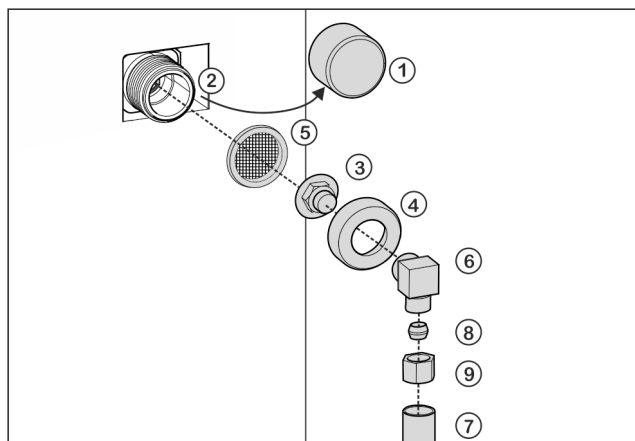

Fig. 25
- Enlever le bouchon Fig. 25 (1) de l'électrovanne Fig. 25 (2).
- Insérer la pièce de raccordement Fig. 25 (3) dans l'écrou-raccord Fig. 25 (4).
Montage incorrect du filtre à eau Fig. 25 (5) !
- Insérer le filtre à eau Fig. 25 (5) avec la cavité dirigée vers le bas en direction de la pièce de raccordement Fig. 25 (3).
- Raccorder l'écrou-raccord Fig. 25 (4) à l'électrovanne Fig. 25 (2) et serrer à bloc.
- Visser Fig. 25 (6) le coude.
- Raccorder la conduite d'eau Fig. 25 (7) (par exemple en cuivre) à l'aide de la bague de serrage Fig. 25 (8) et de l'écrou Fig. 25 (9) au coude Fig. 25 (6).
- Fixer la conduite d'eau Fig. 25 (7) à l'aide de l'étrier d'arrêt à la structure le cas échéant.
- Mettre le coude Fig. 25 (6) de côté.
- Raccorder la conduite d'eau Fig. 25 (7) (par exemple en cuivre) à l'aide de la bague de serrage Fig. 25 (8) et de l'écrou Fig. 25 (9) à la pièce de raccordement Fig. 25 (3).